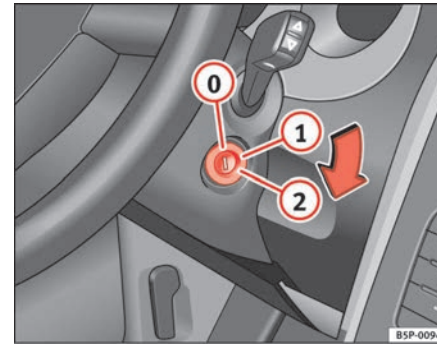

Abb. 135 Stellungen des Zündschlüssels
In dieser Stellung ⇒ Abb. 135 sind die Zündung und der Motor ausgeschaltet und die Lenkung kann gesperrt werden.
- Drehen Sie den Zündschlüssel in Stellung ⇒ Seite 166, Abb. 135 ①. Beim Vorglühen des Motors leuchtet die Kontrollleuchte  auf.
- Wenn die Kontrollleuchte nicht (mehr) leuchtet, drehen Sie den Zündschlüssel in Stellung ② zum Anlassen des Motors – geben Sie kein Gas.
- Drehen Sie den Zündschlüssel in Stellung ⇒ Seite 166, Abb. 135 .